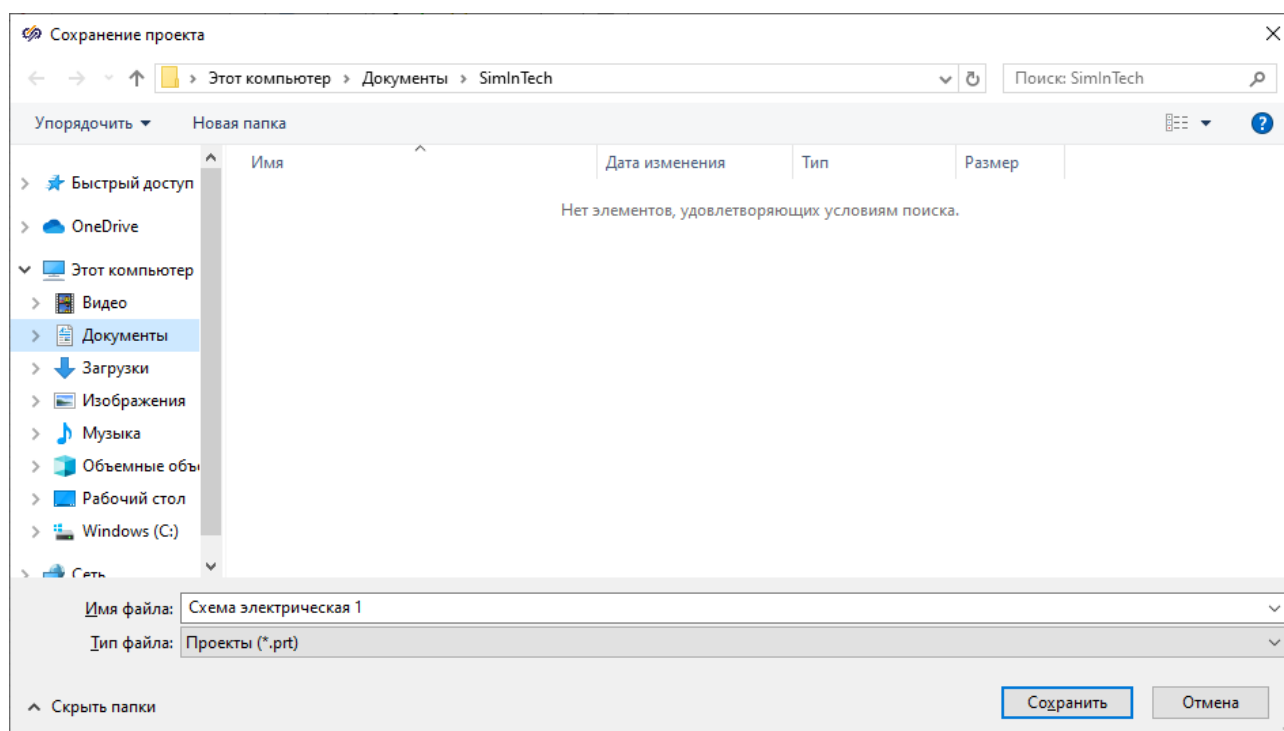

Рисунок 3.3.3. Сохранение новой электрической схемы.
- 3) В появившемся окне сохранения проекта в поле «**Имя файла**» измените имя проекта на «**Схема электрическая 1**» (Рисунок 3.3.3) и нажмите на кнопку «**Сохранить**».